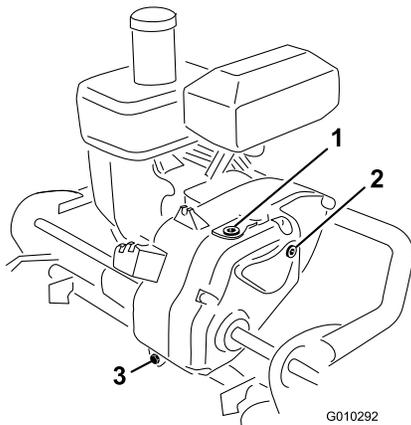

Figure 35
2. Retirez le bouton de vidange à l'arrière de la transmission (Figure 35).
3. Appuyez sur le guidon et basculez la machine en arrière. Retirez le bouchon de contrôle du côté droit de la transmission (Figure 35).
6. Retirez le bouton de remplissage sur le haut de la transmission (Figure 35). N'enlevez pas le tuyau d'évent.